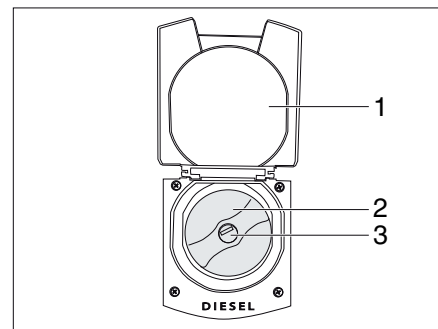

Fig. 33 Clapet de fermeture ouvert avec bec de remplissage de carburant
- Fermer le clapet de fermeture (Fig. 33,1).